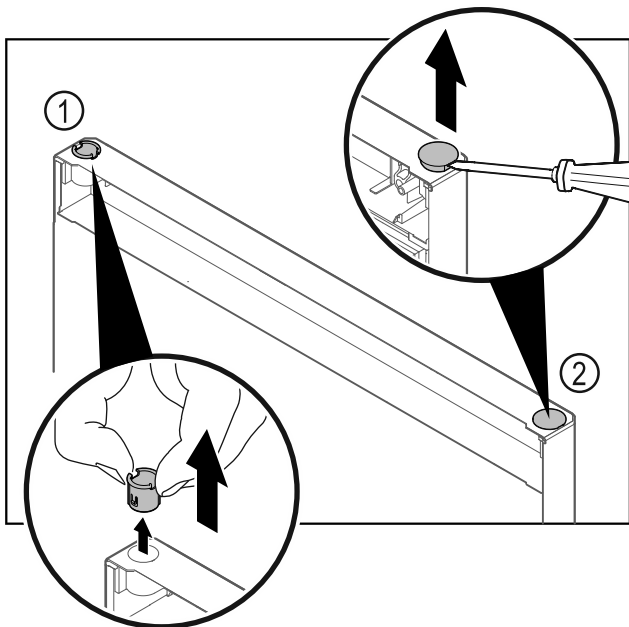

Fig. 23
- Pouzdro závěsu Fig. 23 (1) vytáhněte prsty.
- Krycí zátku Fig. 23 (2) opatrně nadzvedněte plochým šroubovákem a vytáhněte.